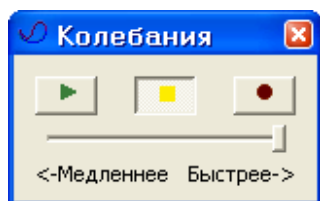

Рис.5.27. Диалоговое окно **Колебания**
- В диалоговом окне **Колебания** (рис.5.27) щелкните по кнопке  – **Воспроизвести анимацию**.